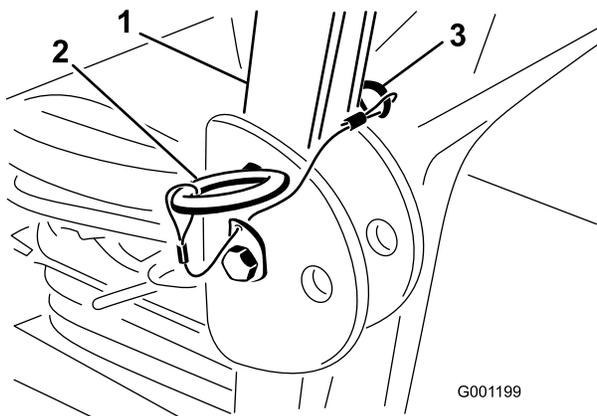

図 29
1. ROPS を下げるには、機体の左右でヘアピン・コッターを抜き、ピンを外す(図 29)。
3. ピンとヘアピン・コッターで固定する(図 29)。
4. ROPS を立てるには、機体の左右でヘアピン・コッターを抜き、ピンを外す(図 29)。
5. ROPS をまっすぐに立ててピンで固定し、ヘアピン・コッターでロックする(図 29)。